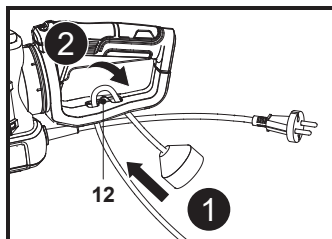

Fig. 2
1. Doble el cable alargador hacia atrás, a unos 20 cm del extremo, pase el lazo que ha creado con el cable enrollado a través del orificio de la sujeción del cable (12) y cuelgue el lazo en el gancho (Fig. 2, paso 1 y 2).